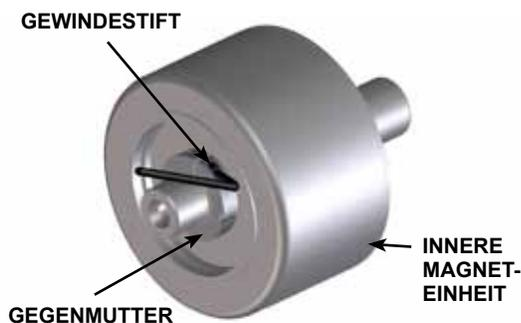

ABBILDUNG 8
9. Die äussere Magneteinheit vom Ende der Halterung aus visuell prüfen. Wenn sie ausgebaut werden muss, den Lagerträger vom Motor trennen. Gegenmutter (1), Federring (2) und äusseren Lager-Distanzring (4) von der Welle entfernen. Die äussere Magneteinheit aus dem Lagerträger schieben. Die Magneteinheit auf Schäden und Verschleiß untersuchen und nach Bedarf austauschen. Wenn eine weitere Demontage des Lagerträgers erforderlich ist, mit dem Abschnitt „**Demontage/ Montage des Lagerträgers**“ auf Seite 7 fortfahren.
10. Die Innensechskantschrauben (54) vom Spalttopf (59) entfernen. Wenn der Spalttopf nicht in Schritt 1 entleert wurde, enthält es Flüssigkeit. Den Spalttopf vorsichtig gerade von der Pumpe abziehen. Die Spalttopfbuchse (64) auf Verschleiß untersuchen. Wenn die Spalttopfbuchse ausgetauscht werden muss, den Abschnitt „**Einbau der Buchsen**“ auf Seite 7 zu Rate ziehen.
11. Den O-Ring nur dann von der Adapterplatte (67) / vom Spalttopf entfernen, wenn er beschädigt ist (besonders, wenn er mit PTFE beschichtet ist). Wenn ein neuer O-Ring eingesetzt werden muss, den Abschnitt „**Montage der Pumpe**“ auf Seite 8 zu Rate ziehen.
12. Eine Messingstange durch einen Anschluss zwischen zwei Rotorzähne in den Rotor (36) einführen und die geteilte Gegenmutter (66) entfernen (siehe **Abbildung 8**). Die innere Magneteinheit von der Welle abziehen. Sicherstellen, dass die äussere Anlaufscheibe (60) nicht mit der inneren Magneteinheit herauskommt. Wenn die Anlaufscheibe gegen den Wellenkeil (62) schlägt, kann sie reißen oder brechen. Stets berücksichtigen, dass der Magnet äußerst stark ist. Die Magneteinheit auf Schäden und Verschleiß untersuchen und nach Bedarf austauschen. Wenn eine weitere Demontage der Pumpe erforderlich ist, mit dem nächsten Schritt fortfahren.